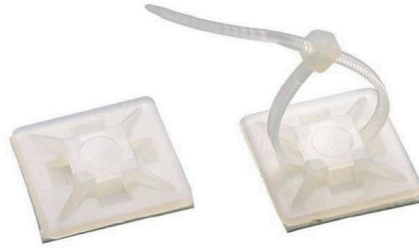

Figure 34 – Embase adhésive pour collier de serrage
Au milieu de la largeur du bassin côté couverture, collez sur le liner deux embases adhesives (*Figure 34*) alignées verticalement à 70 cm d'écart, celle du haut étant collée à 3 cm environ du haut du bassin. Ces embases serviront par la suite à maintenir un tube de diamètre 16 mm dans lequel passera le câble d'alimentation du projecteur.
Fixez au dos de la paroi de séparation les deux embases autocollantes restantes (10) représentées à la *figure 34*: une à quelques centimètres en dessous du projecteur, et l'autre à la verticale de la première, tout en bas de la paroi de séparation. Glissez y des colliers de serrage, et utilisez les pour maintenir le câble du projecteur (9). Passez ensuite le câble à travers le tube en pvc de diamètre 16 mm (11), et fixez ce tube à l'aide de deux colliers de serrage glissés dans les deux embases préalablement collées sur le liner (Paragraphe 9.6, page 38), de sorte que le câble ressorte par le haut du tube. Laissez le câble lâche pour le moment, vous pourrez par la suite le retendre quand la paroi de séparation sera fixée(9). Dans la suite du montage de votre piscine, le câble du projecteur passera entre deux caillebotis, puis sous la margelle extérieure.